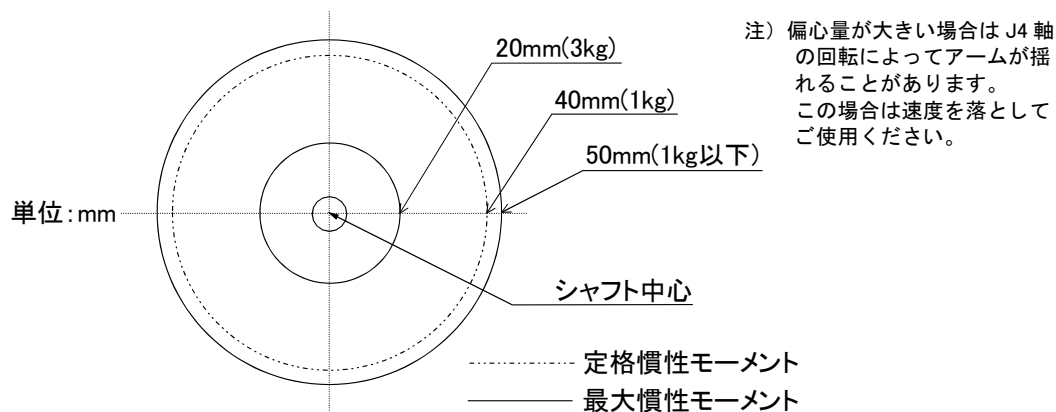

図 2-6 : RH-3FHR シリーズの負荷重心位置 (比較的負荷体積が小さい場合)
- (1) ツーリングは、15 ページの「2.1.1 基本仕様」に記載しています許容慣性モーメント以下の条件を満たすようにしてください。
- (2) 図 2-3 ～ 図 2-6 に負荷の体積が比較的小さい場合の重心位置の分布寸法を示しています。図を参考にツーリングの設計をしてください。